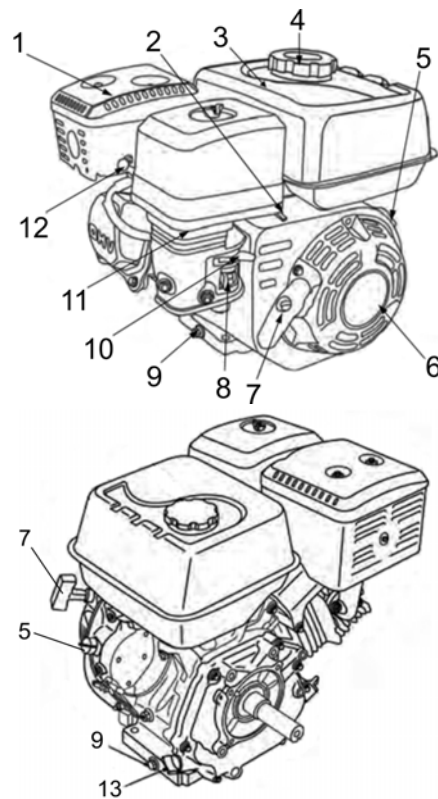

Fig. 14: Motor
### Motor (fig. 14)
Olieaftapplug (9): De olieaftapplug (9) bevindt zich aan de achterkant van de motor (□ Fig. 14).